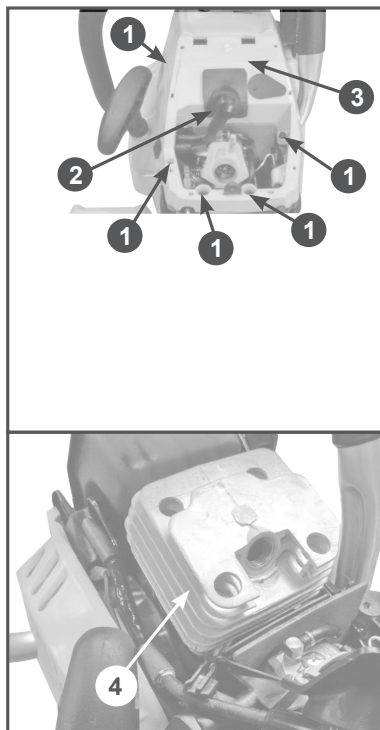

Рис. 23 Очистка охлаждающих ребер цилиндра
Для очистки охлаждающих ребер цилиндра (Рис. 23) необходимо сделать следующее:
5. Выкрутите 5 винтов 2 крепления крышки цилиндра 3 и снимите крышку цилиндра (Рис. 23А).
7. Очистите ребра цилиндра 4 (Рис. 23В) мягкой щеткой или продуйте сжатым воздухом.